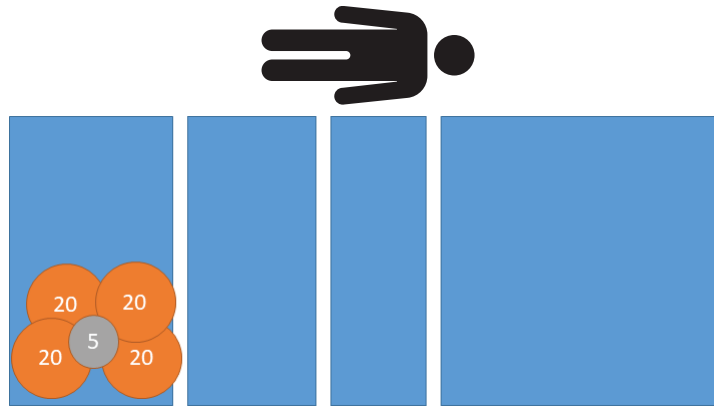

Figure 14 – Test d'excentricité - 85 kg pied gauche
2. En utilisant des poids étalonnés, placer 85 kg au pied, à la gauche du produit (Figure 14).